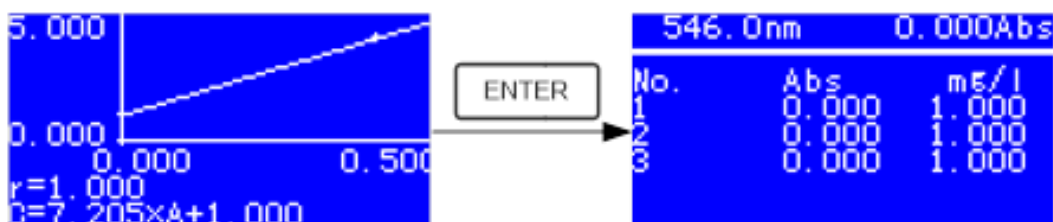

Figura 15
- 11 Coloque la solución de referencia en la trayectoria de luz y presione **ENTER** para ir a la interfaz de medición continua (figura 15).